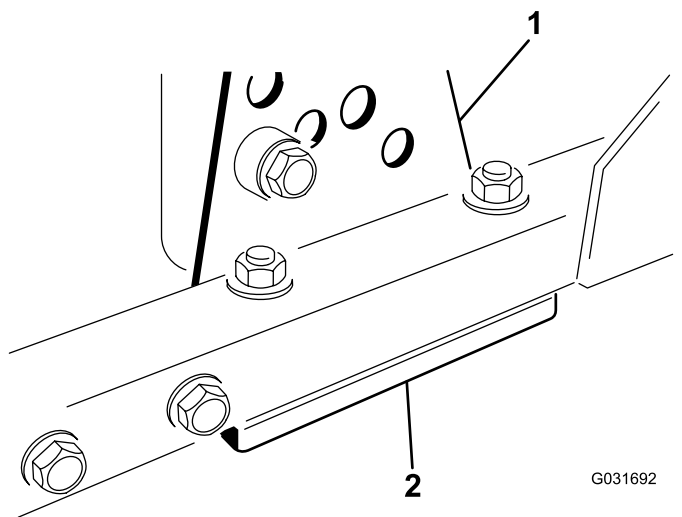

Figure 95
- Retirez le support de hauteur de coupe (avant, gauche ou droit) du cadre du plateau de coupe (Figure 95).
- Placez des cales de 1,5 mm et/ou une cale de 0,7 mm entre le cadre et le support du plateau pour obtenir la hauteur de coupe voulue (Figure 95).